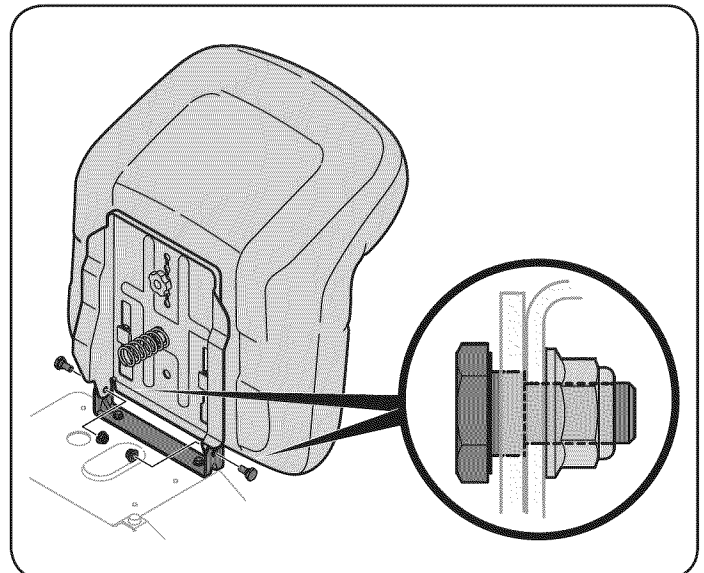

Figura 6
4. Coloque los dos pernos con reborde que se incluyen en el paquete de elementos de ferretería y sujete con dos tuercas de seguridad. Vea la Figura 6.
**Nota:** Compruebe que el reborde del pernos quede completamente embutido en el soporte del asiento cuando sujete la tuerca de seguridad. Vea el recuadro de la Figura 6.